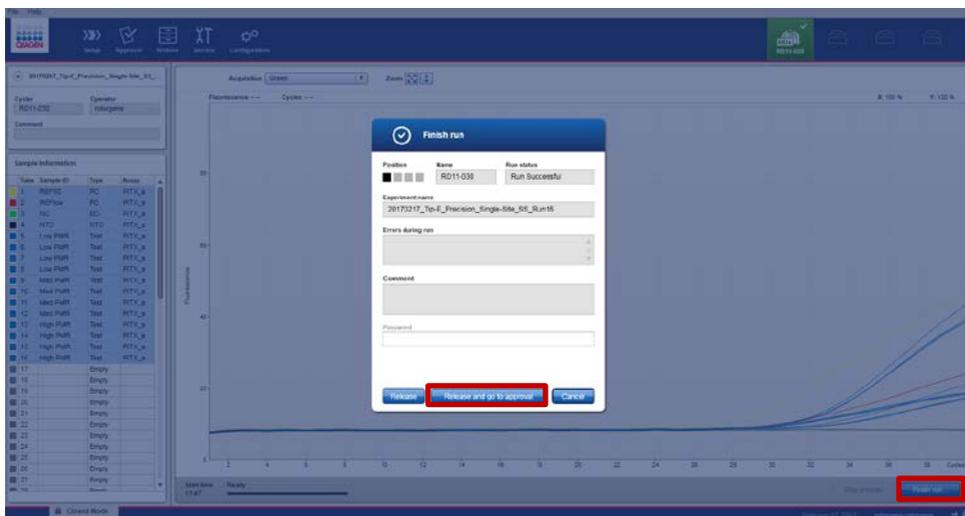

Abbildung 12. Abschließen des Laufs.
2. Nach Klicken von „Finish run“ geben Sie das Passwort ein und klicken Sie auf „Release and go to approval“ (Freigeben und mit Genehmigung fortfahren) (Abbildung 12).